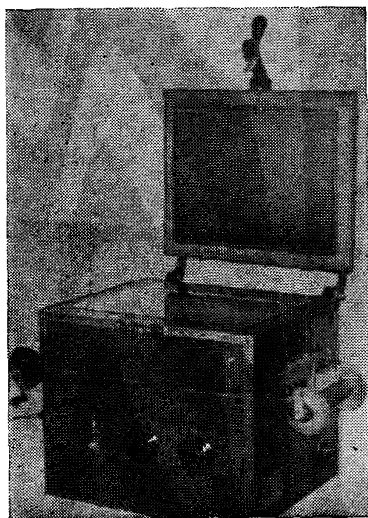

Рис. 47. Копировальный прибор КП-8
9.8. Копировальный прибор КП-8 (рис. 47) предназначен для контактного копирования рулонных негативов и негативов на стекле на форматные фотоматериалы. Конструкция прибора позволяет изменять освещенность отдельных участков или всей площади контактного стекла. Выравнивание фотоматериалов осуществляется с помощью пневматической прижимной подушки, выдержка задается от руки.